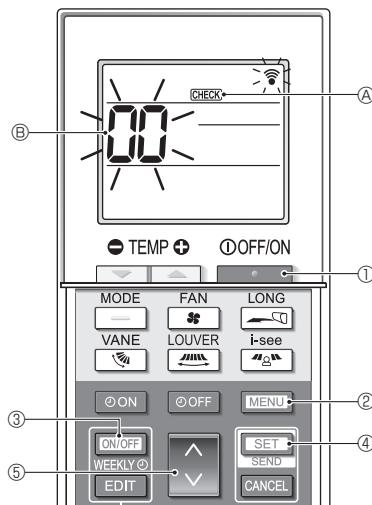

Fig. 7-6
■ Autocomprobación (Fig. 7-6)
- Pulse el botón ① para detener el acondicionador de aire.
- Si el temporizador semanal está activado (se muestra **WEEKLY**), pulse el botón **[ON/OFF WEEKLY]** ③ para desactivarlo (no se muestra **WEEKLY**).
- Pulse el botón ② durante 5 segundos.
- Se muestra **CHECK** ④ y la unidad entra en el modo de autocomprobación.
- Pulse el botón ⑤ ⑤ para seleccionar la dirección del refrigerante (dirección M-NET) ⑥ de la unidad interior para la que desea realizar la autocomprobación.
- Pulse el botón ④.
- Pulse el botón ①.
- CHECK** ④ y la dirección del refrigerante (dirección M-NET) ⑥ se apagan y se completa la autocomprobación.